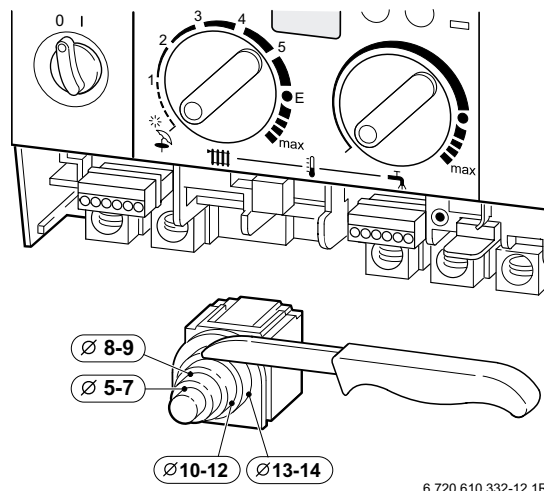

Bild 13
- Für Spritzwasserschutz (IP): Das Loch für die Kabeldurchführung entsprechend dem Durchmesser des Kabels wählen, Bild 13.